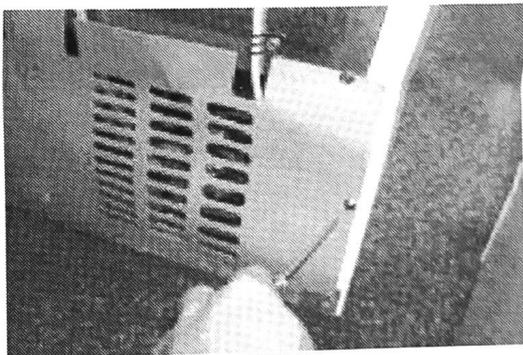

FIGURE 1
3. À l'arrière du réfrigérateur, ôter les vis fixant le couvercle arrière du compartiment. Enlever le couvercle. Conserver les vis et le couvercle arrière pour réutilisation. (Voir Figure 1.)